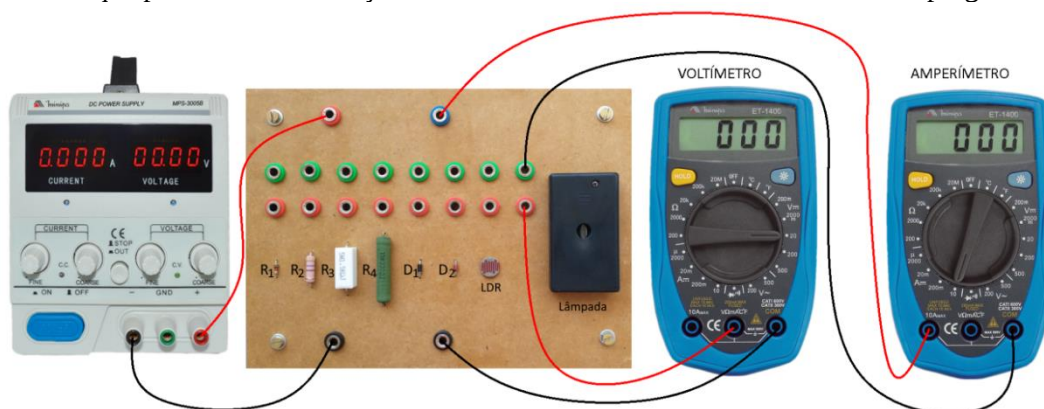

Figura 5: Ilustração das conexões usadas para a lâmpada de filamento.
5. Para efetuarmos as medidas com a lâmpada de filamento de tungstênio, necessitaremos fazer algumas modificações nas ligações e ajustes dos instrumentos. Primeiramente, desligue a fonte e somente depois disso efetue os devidos ajustes. O multímetro usado como voltímetro de corrente contínua deverá permanecer na escala de 20 V. Contudo, o multímetro usado como amperímetro de corrente contínua deverá ser ajustado para a escala de 10 A, fazendo-se as devidas alterações nas conexões. Isso é ilustrado na Figura 5. Lembre que poderá haver variações de acordo com o modelo de multímetro empregado.